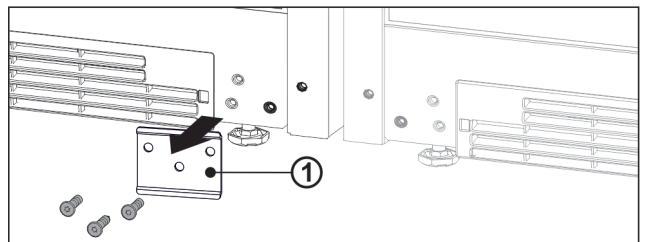

Fig. 17
- Wenn das Blech Fig. 17 (1) verbaut ist, Blech abschrauben.